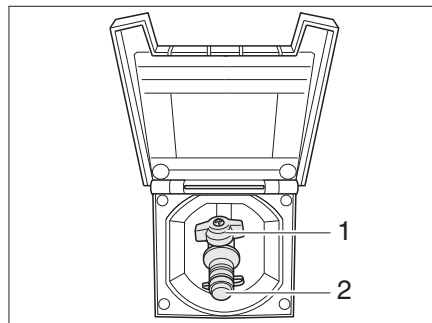

Bild 234 Externer Gasanschluss, Gasabsperrentil geschlossen
Der externe Gasanschluss (Bild 234) befindet sich auf der rechten Fahrzeugseite. In Ausnahmefällen befindet sich der externe Gasanschluss auch auf der linken Fahrzeugseite oder im Heck.
- Externes Gasgerät an der Anschluss-Stelle (Bild 234,2) anschließen.
- Das Gasabsperrentil (Bild 234,1) öffnen.